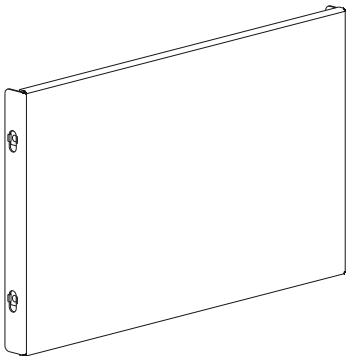

Рисунок 15
12.1 Вставьте в каждый паз по одной кузовной гайке на боковой поверхности Панели монтажной (рисунок 15).